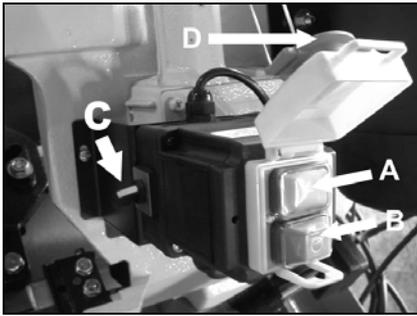

Fig 5
Mettre la machine en route avec le bouton vert (A, Fig 5). Arrêter la machine avec le bouton rouge (B).